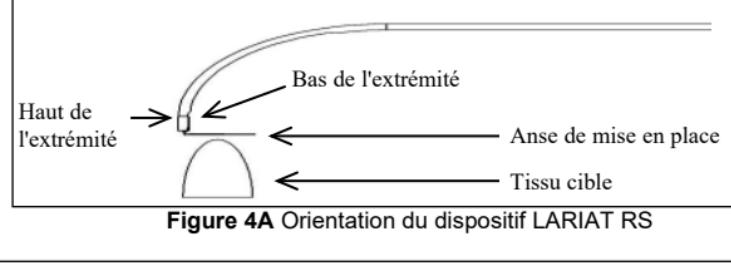

Figure 4A Orientation du dispositif LARIAT RS
12. Assurez-vous que l'anse de mise en place ouverte se trouve à l'endroit voulu pour la ligature. L'anse de mise en place représente la position où sera placée la suture. Orientez la courbe du dispositif LARIAT RS par rapport au tissu cible, comme indiqué à la figure 4A.